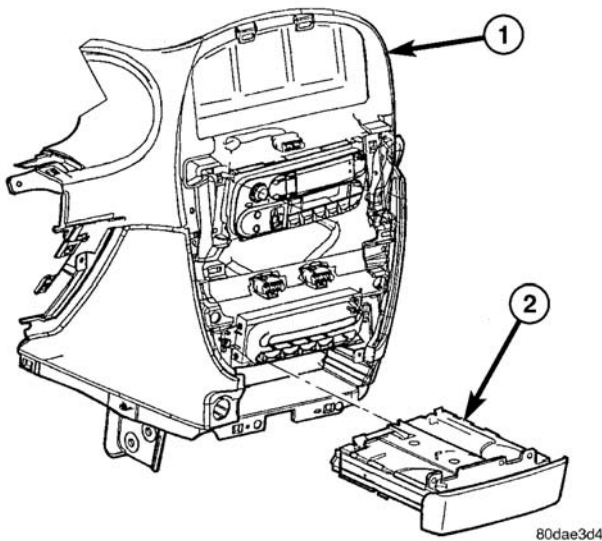

图 2 杯架
- (1) 拆下中央仪表框底部维修盖上的螺钉。
- (2) 拆下中央仪表框安装螺钉。
- (3) 用一个装饰板撬杆（专用工具#C-4755）或替代品，轻轻地在仪表板中央框的边缘往外撬。让仪表框挂在侧面，使附件开关依然连接。
- (4) 卸下拉杯架总成固定螺钉，使后滑轨螺柱从仪表板脱开（图 2）。
- (1) 确保杯架总成位于关闭位置。杯架总成必须作为一个总成安装以确保滑轨位置正确。
- (2) 将杯架总成放置到仪表板下部中的合适位置，并滑入仪表板中的开口，直至后滑轨支柱卡入到位（图 2）。
- (3) 安装中央仪表框。
- (4) 安装中央仪表框固定螺钉。
- (5) 安装杯架。将杯架总成与滑轨对准齐平并牢固地滑动闭合到固定舌片。
- (6) 从中央框的底部安装螺钉维修口盖。